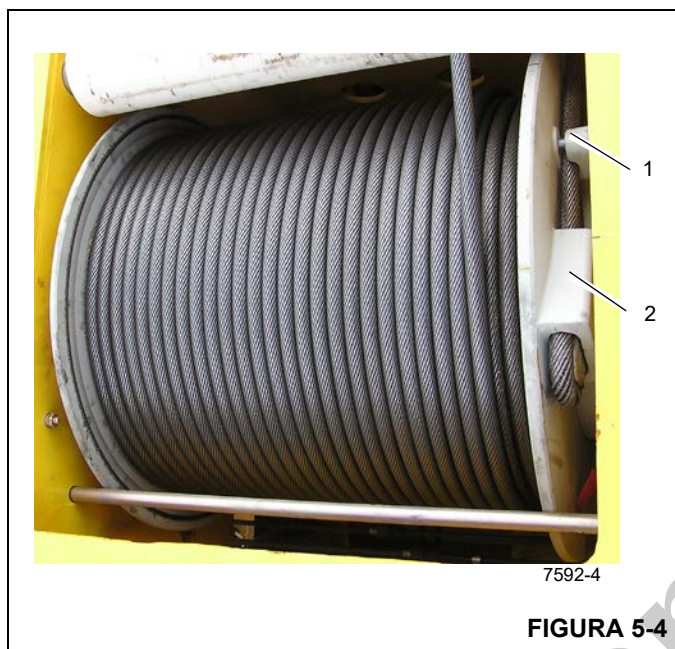

FIGURA 5-4
4. Certifique-se de que a braçadeira (1) (Figura 5-4) seja adequadamente presa, não esteja danificada e seja assentada do modo correto. Aperte os elementos de fixação com o torque recomendado.
6. A cunha do cabo deve estar no terminal (2) (Figura 5-4).